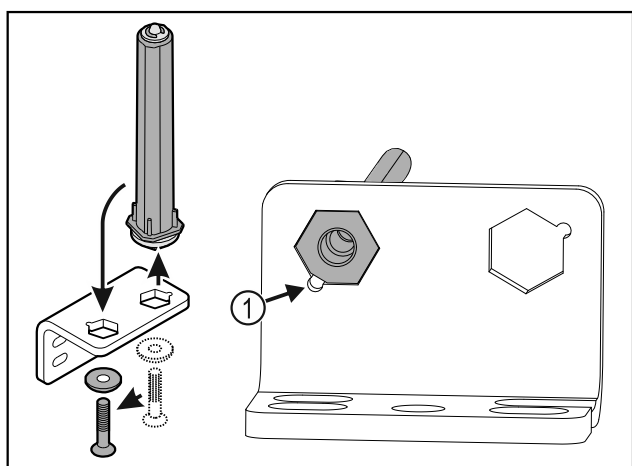

Fig. 35
- ▶ Pobrinite se za to da je prilikom umetanja zakošenje na svornjaku Fig. 35 (1) usmjereno prema okrugloj rupi.